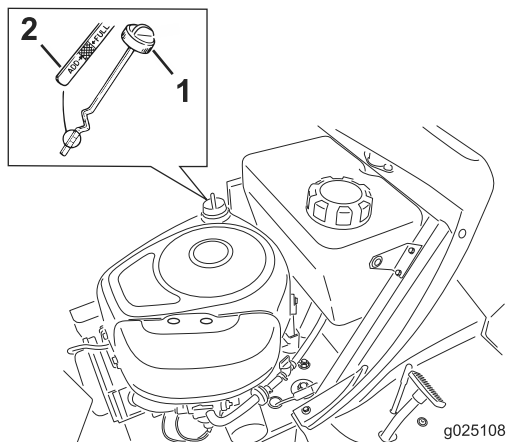

Figure 23
- Nettoyez la surface autour de la jauge (Figure 23) pour éviter de faire tomber des impuretés dans l'orifice de remplissage, ce qui endommagerait le moteur.
- Retirez la jauge d'huile et essuyez soigneusement l'extrémité métallique (Figure 23).
- Revissez la jauge complètement dans le goulot de remplissage (Figure 23).
- Nettoyez la surface autour du bouchon de la jauge de niveau d'huile et dévissez le bouchon (Figure 23).
- Versez avec précaution environ 80 % de l'huile moteur dans le goulot de remplissage (Figure 23).